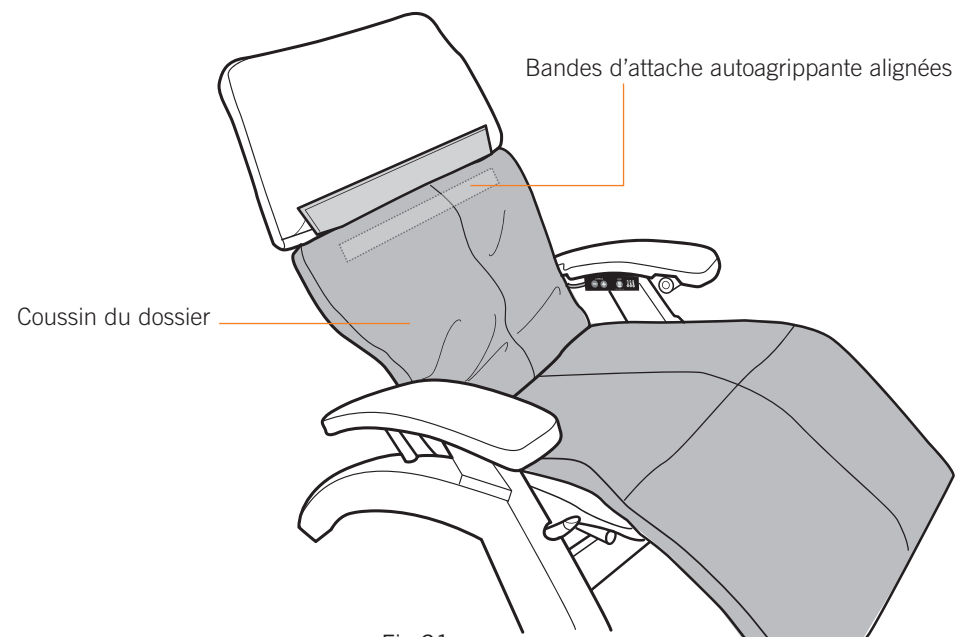

Fig.31
5. Tirez vers le haut sur le coussin de dossier jusqu'à ce que la bande de fixation autoagrippante à l'arrière du coussin s'aligne avec la bande de fixation autoagrippante sur la toile du fauteuil, puis appuyez fermement les deux bandes l'une contre l'autre (Fig.31).